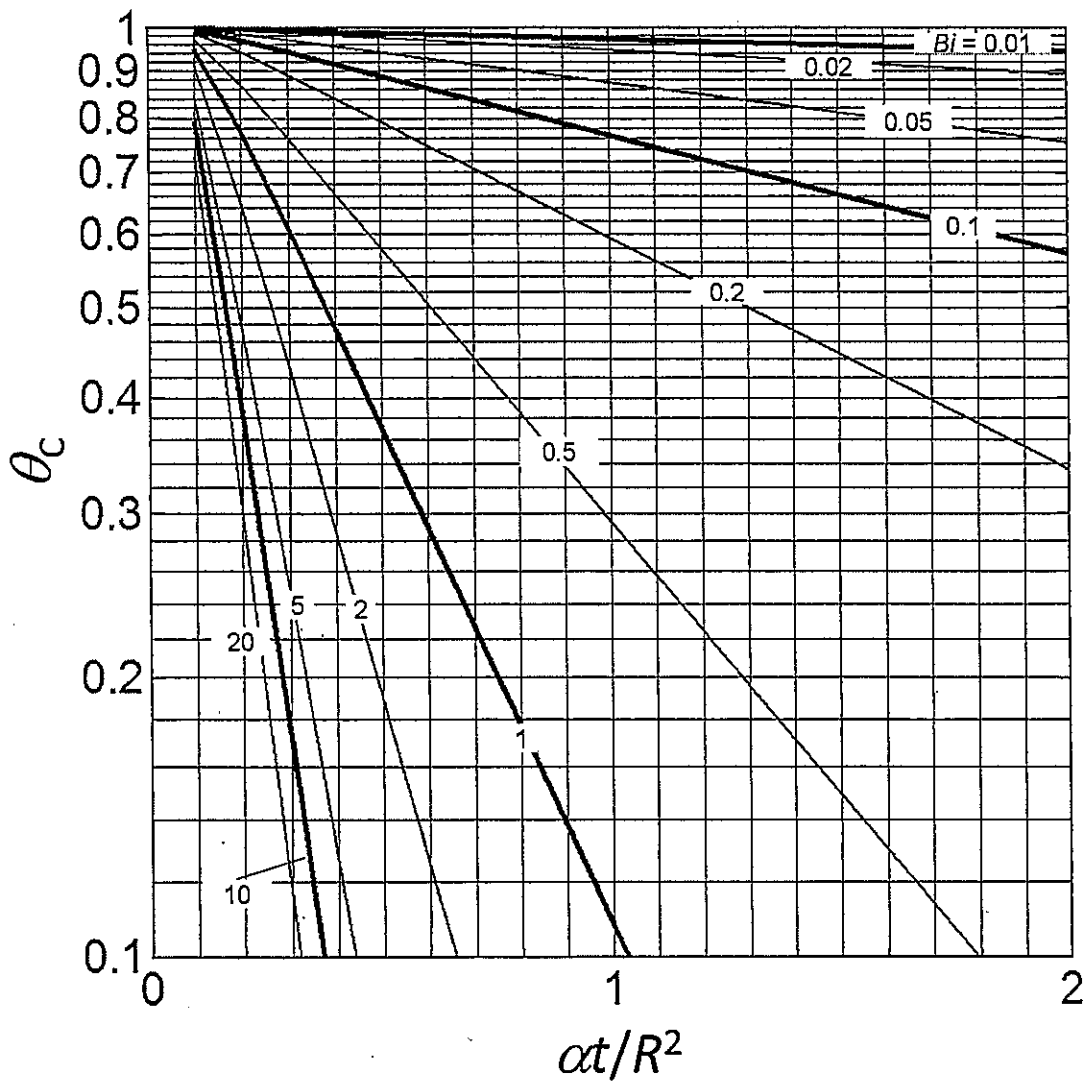

Figure 1-3
- (4) 極座標 (球座標) での一次元非定常熱伝導方程式と境界条件を記述せよ.
- (5) 設問(4)の方程式と境界条件を無次元化し, 現れる無次元数について簡潔に説明せよ.
- (6) 球の場合のハイスラー線図 (図 1-3) を用いて, 球の中心温度  $T_c$  が  $50 \text{ }^\circ\text{C}$  となるおおよその時間を求めよ. ただし,  $\theta_c = \frac{T_c - T_\infty}{T_0 - T_\infty}$  は無次元の中心温度,  $\alpha$  は温度伝導率 (温度拡散率),  $Bi$  はビオ数である.
- (7) 設問(3)と設問(6)で求めた結果が大きく異なる理由を説明せよ.
- (4) Describe the one-dimensional unsteady heat conduction equation in spherical coordinates and boundary conditions.
- (5) Obtain the non-dimensional form of the equation and boundary conditions in Question (4). Concisely explain the defined non-dimensional numbers.
- (6) By using the Heisler diagram for a sphere in Figure 1-3, obtain the approximate time when the center temperature  $T_C$  of the sphere becomes 50 °C.